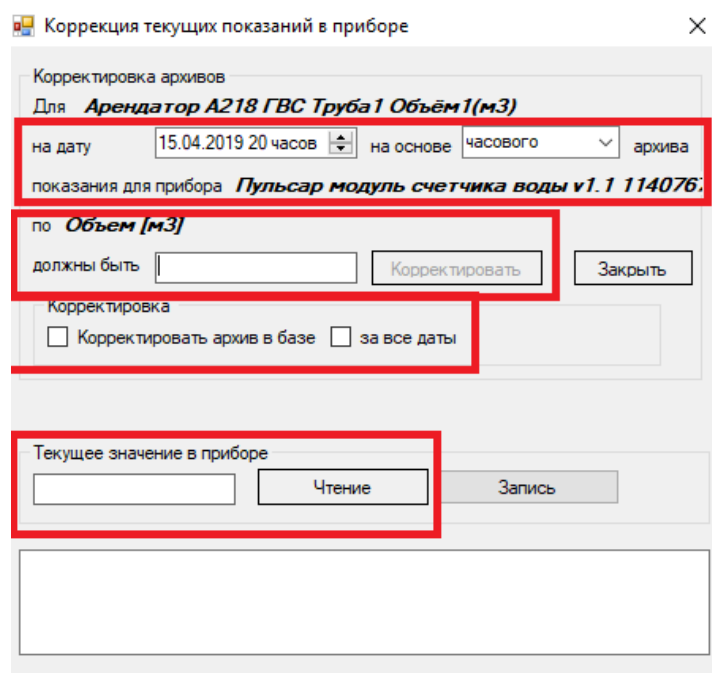

Рисунок 88. Параметры коррекции текущих показаний
5. В открывшемся окне «Коррекция текущих показаний в приборе» необходимо проверить исходные данные для коррекции (рисунок 88), после чего ввести правильное показание прибора учета на конкретную дату, далее нажать кнопку «Корректировать» в разделе «Корректировка». После этого в прибор запишется новое текущее показание на основании ранее считанных архивов. Перед проведением коррекции можно запросить текущее значение с прибора, нажав кнопку «Запросить» в разделе «Текущее значение в приборе». В разделе «Корректировка архива» при необходимости можно включить коррекцию архива в базе данных после коррекции текущего значения в приборе. Если установлен флажок «Корректировать архив в базе», то архив будет скорректирован, начиная с указанной даты по текущий момент. Если дополнительно установлен флажок «За все даты», то архив будет скорректирован полностью.